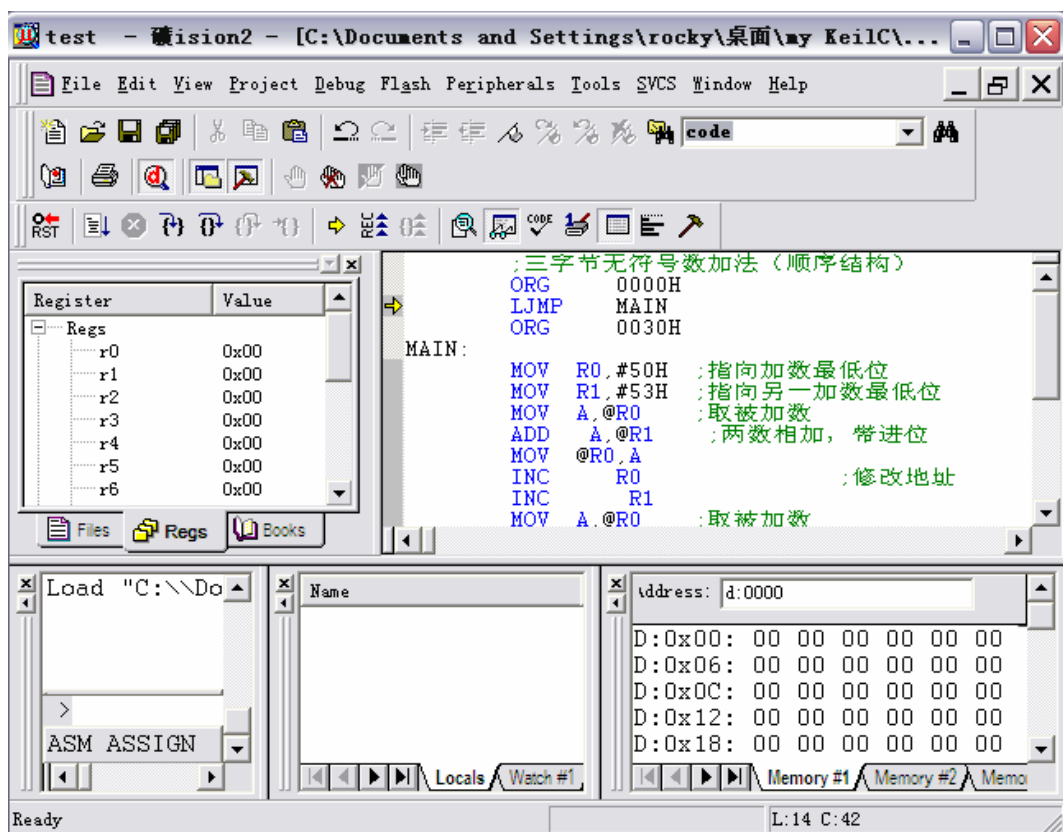

图2-2
(2) 单击按钮后,就能进入调试模式,软件窗口样式大致如图2-2所示。图中为运行,当程序处于停止状态时才有效,为停止,程序处于运行状态时才有效。是复位,模拟芯片的复位,程序回到最开头处执行。按在汇编代码和机器代码之间(用C语言时,在C代码和汇编代码之间)进行切换。按钮实现程序进入到子程序中,如果不是子程序而是指令,则执行当前指令。按钮只运行一步,执行当前指令或者子程序的功能。按钮只有在进入子程序后才有效,单击该按钮,退出子程序的运行,到子程序的下一条指令处。按钮使程序运行到光标所指的位置。